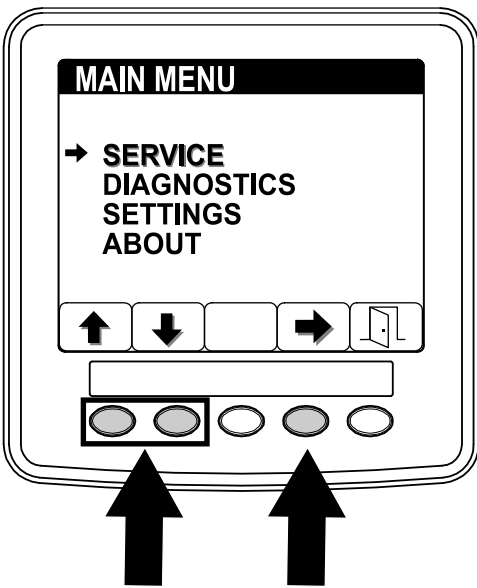

Figura 49
1. Desde el menú PRINCIPAL, pulse el botón 1 o 2 para desplazarse hasta la opción SERVICE (servicio) y pulse el botón 4 para seleccionar la entrada SERVICE (servicio) (Figura 49).